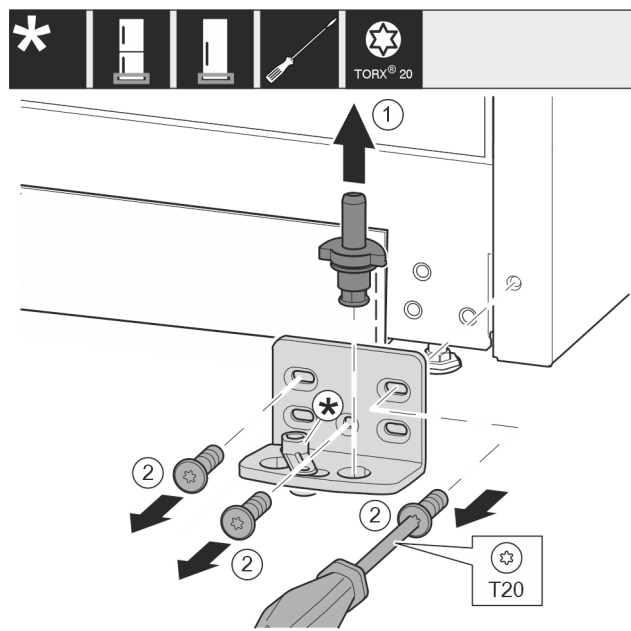

Fig. 11
- ▶ Vytiahnite ložiskový čap Fig. 11 (1) úplne nahor.
- ▶ Vyskrutkujte skrutky Fig. 11 (2) skrutkovačom a odnímite ložiskovú konzolu.